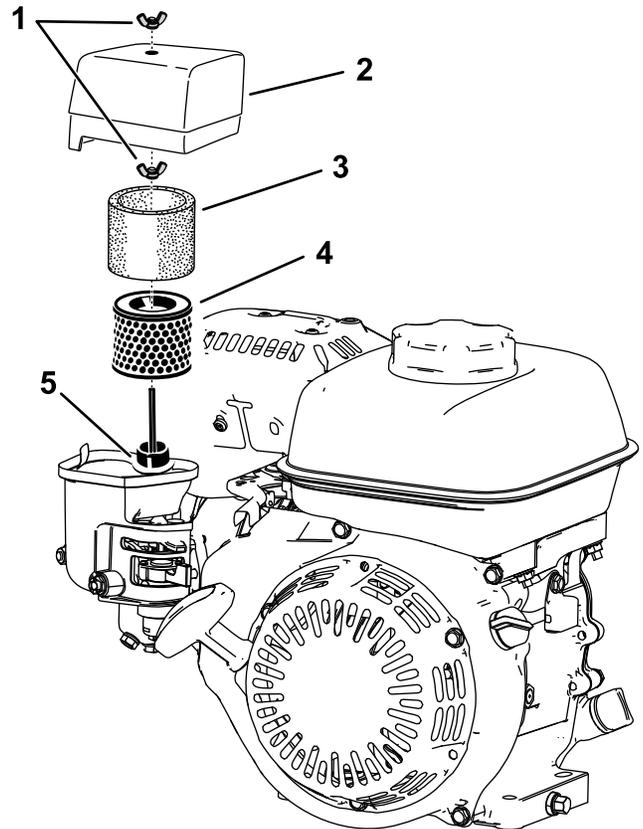

Bild 18
2. Entfernen Sie die Flügelmutter, mit dem die Luftfilterabdeckung befestigt ist (Bild 18).